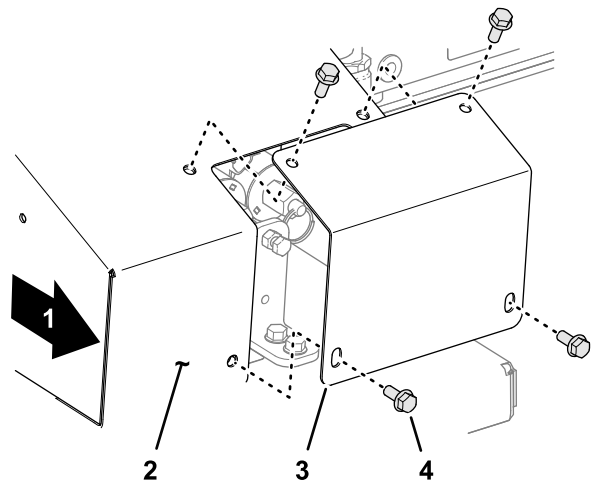

Figura 27
1. En el lado derecho de la máquina, retire los 4 tornillos de caperuza con arandela prensada que fijan la chapa de cierre a la cubierta de anulación (Figura 27).